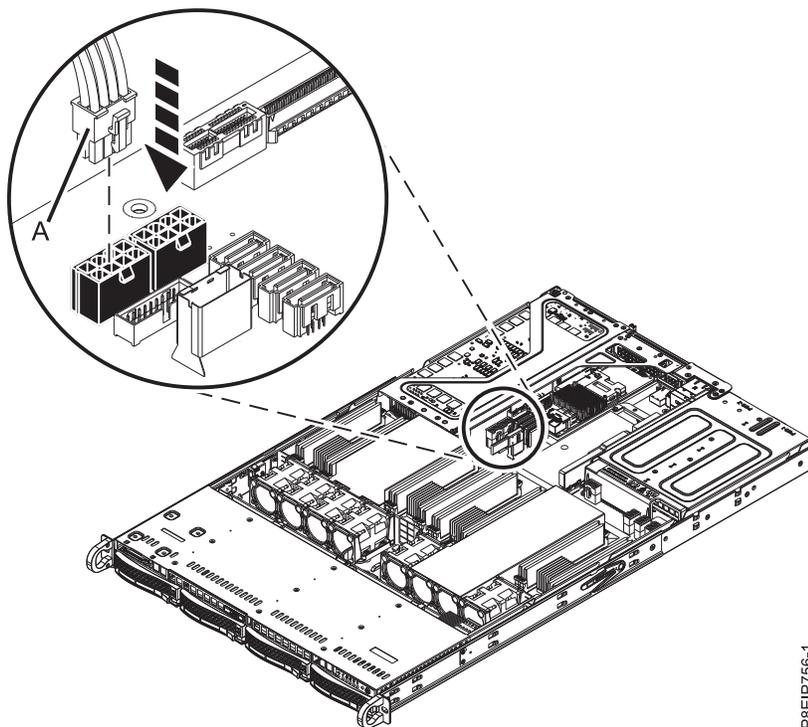

Figura 44. Conectando o cabo de energia da GPU
- c. Se o riser contiver uma GPU, substitua o cabo de energia (A) no painel traseiro do sistema conforme mostrado na Figura 44.